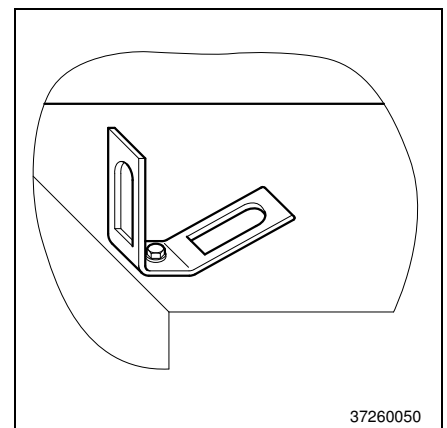

Рис. 21
3. Демонтируйте транспортировочные уголки (Рис. 21). Ослабьте болтовые соединения (ключ на 13) транспортировочных уголков и снимите уголки вместе с крепежом.